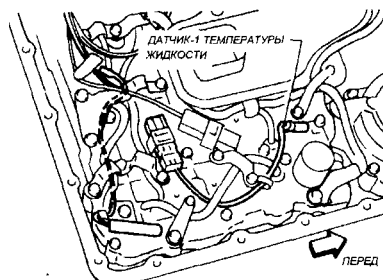

Рис. 6-2.
• При необходимости снимите датчик-1 температуры жидкости (рис. 6-2).